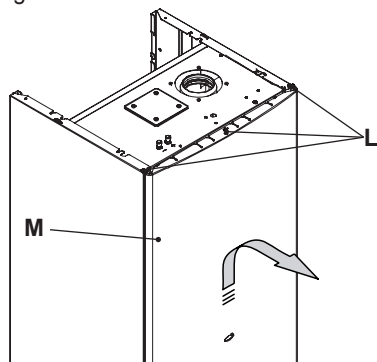

Fig. 5.22
• Togliere il pannello frontale della caldaia come illustrato. Togliere le viti L. Rimuovere il pannello frontale M spostandolo verso l'alto in modo da liberarlo dai ganci inferiori Fig. 5.22.